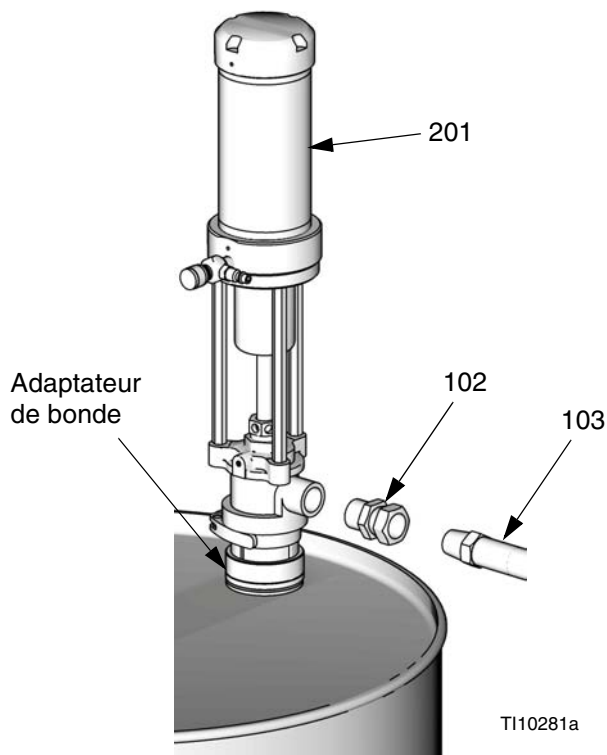

FIG. 2. Kit standard 2:1
4. Installez le raccord pivot (102) dans la sortie de fluide de la pompe. Consultez la FIG. 2.